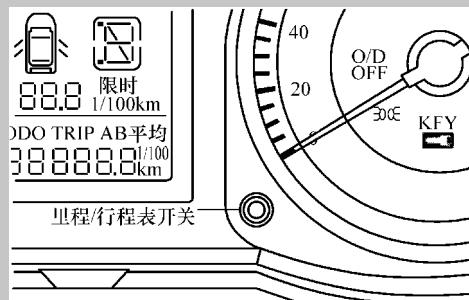

图 10-1 组合仪表的自诊断模式操作
- 2) 如图 10-1 所示，按住里程/行程表开关，然后将点火开关转到 ON 位置，并持续 0.8s 或以上。
- 2) 如图 10-1 所示, 按住里程/行程表开关, 然后将点火开关转到 ON 位置, 并持续 0.8s 或以上。